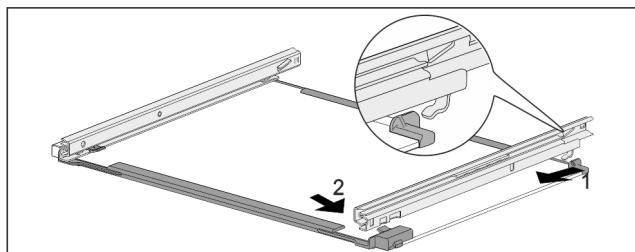

Fig. 228 Tablette en verre avec rails
- Accrocher le rail à l'arrière. Fig. 228 (1)
- Accrocher le rail à l'avant. Fig. 228 (2)